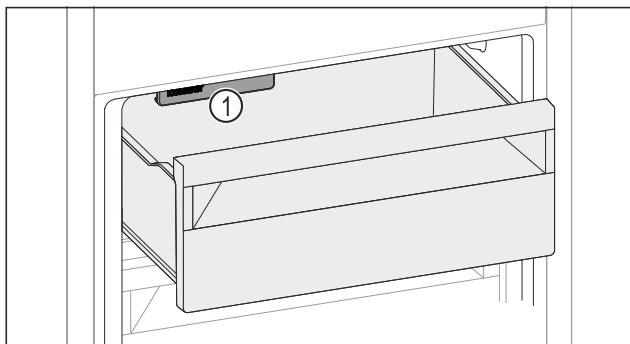

Fig. 101
- ▶ Upoštevajte IceMaker Fig. 101 (1).